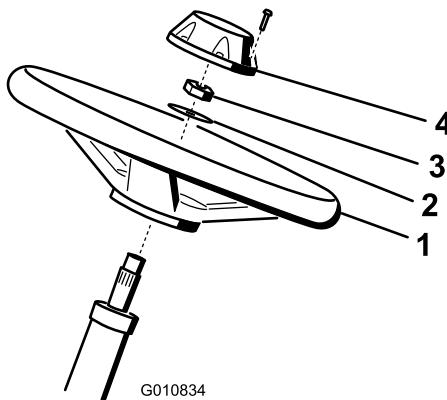

图4
1. 将方向盘滑入转向轴 图4。
2. 将垫圈滑入转向轴 图4。
3. 使用锁紧螺母将方向盘固定到转向轴上旋紧至 $27\,35\text{N}\cdot\text{m}$ 图4。
4. 将中心盖安装到方向盘上并用 6 个螺栓固定 图4。